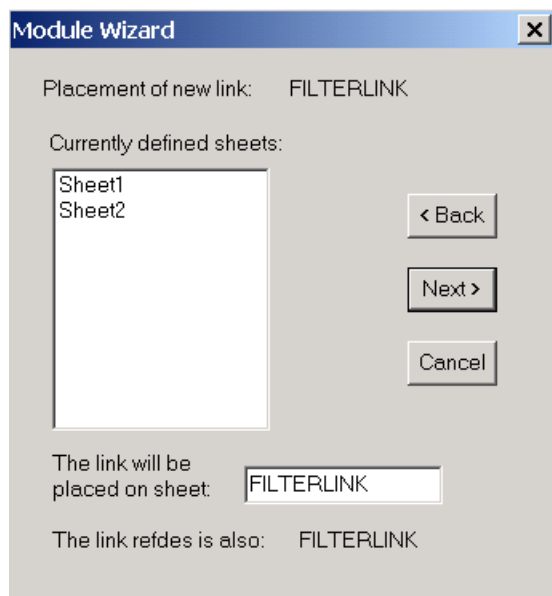

Рис. 6-17. Размещение схемы модуля
- 6) На следующем шаге появляется панель с информацией о связях модуля (см. рис. 6-17):
7) Задайте имя страницы с эквивалентной схемой, как показано на рис. 6-17 и нажмите кнопку **Next**.